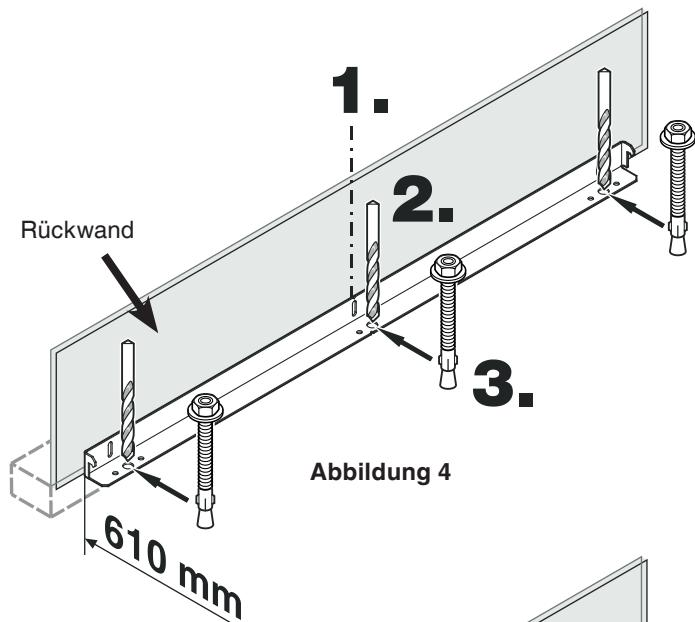

Abbildung 4
## Montage der Kippsicherung bei Betonböden - Abbildung 4 - 5
2. Mit einem Hartmetallbohrer 10 mm Löcher an den in **Abbildung 4** gezeigten Stellen bohren. Die Bohrlöcher müssen tiefer sein als die Gesamtlänge der Anker. Bohrlöcher anschließend reinigen.